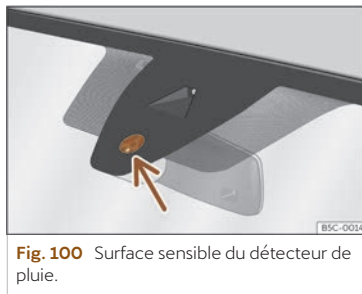

Fig. 100 Surface sensible du détecteur de pluie.
Les possibles causes d'anomalies et d'interprétations erronées dans la zone de la surface sensible >>> fig. 100 du détecteur de pluie peuvent être :
- **Saletés** : la poussière sèche, la cire, le revêtement des glaces (effet lotus) ou les restes de détergent (station de lavage) peuvent réduire l'efficacité du détecteur de pluie, ralentir son temps de réaction ou annuler son fonctionnement. Nettoyez régulièrement la surface sensible du détecteur de pluie >>> fig. 100 (flèche) et vérifiez l'état des balais.